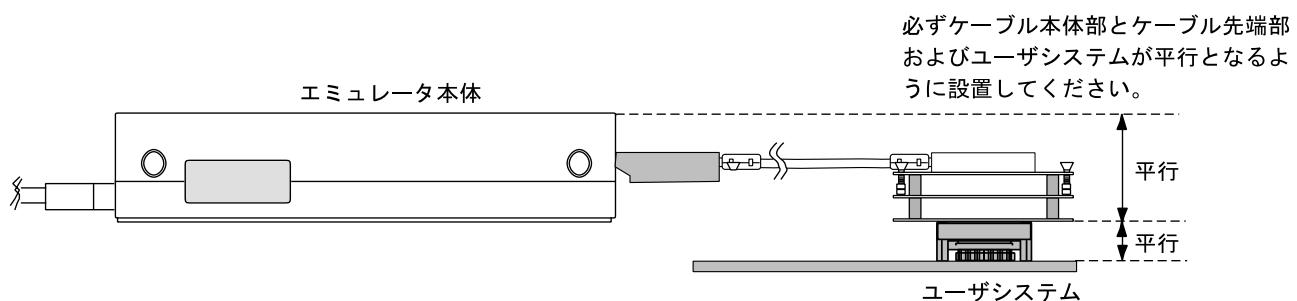

図12 設置例
- (1) ユーザシステムへの接続時には1ピン位置に十分注意して、誤接続は絶対にしないでください。
- (2) 本ユーザシステムインターフェースケーブルを使用する場合の推奨マウントパッド寸法は、MCU実装用マウントパッド寸法とは異なりますので注意してください。
- (3) 本ユーザシステムインターフェースケーブルは、HS2214EPI62Hエミュレータ専用ですので、他のエミュレータ本体には使用しないでください。
- (4) ケーブル本体部が断線する可能性がありますので、本ユーザシステムインターフェースケーブルの上に重いものや金属等の角の尖ったものを置かないでください。
- (5) ユーザシステムに接続した状態では、ユーザシステムインターフェースケーブル、特にケーブル先端部に無理な力が加わらないように注意する必要があります。図12の設置例を参照してご使用ください。